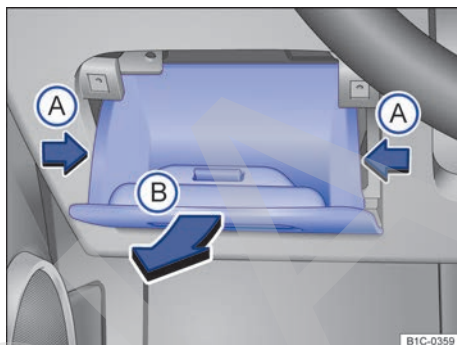

Fig. 153 En el tablero de instrumentos del lado del conductor: tapa de la caja de fusibles.
- Abra el compartimento, comprima un poco los laterales → **fig. 153** (flechas **A**) y extraígalo del tablero de instrumentos (flecha **B**).